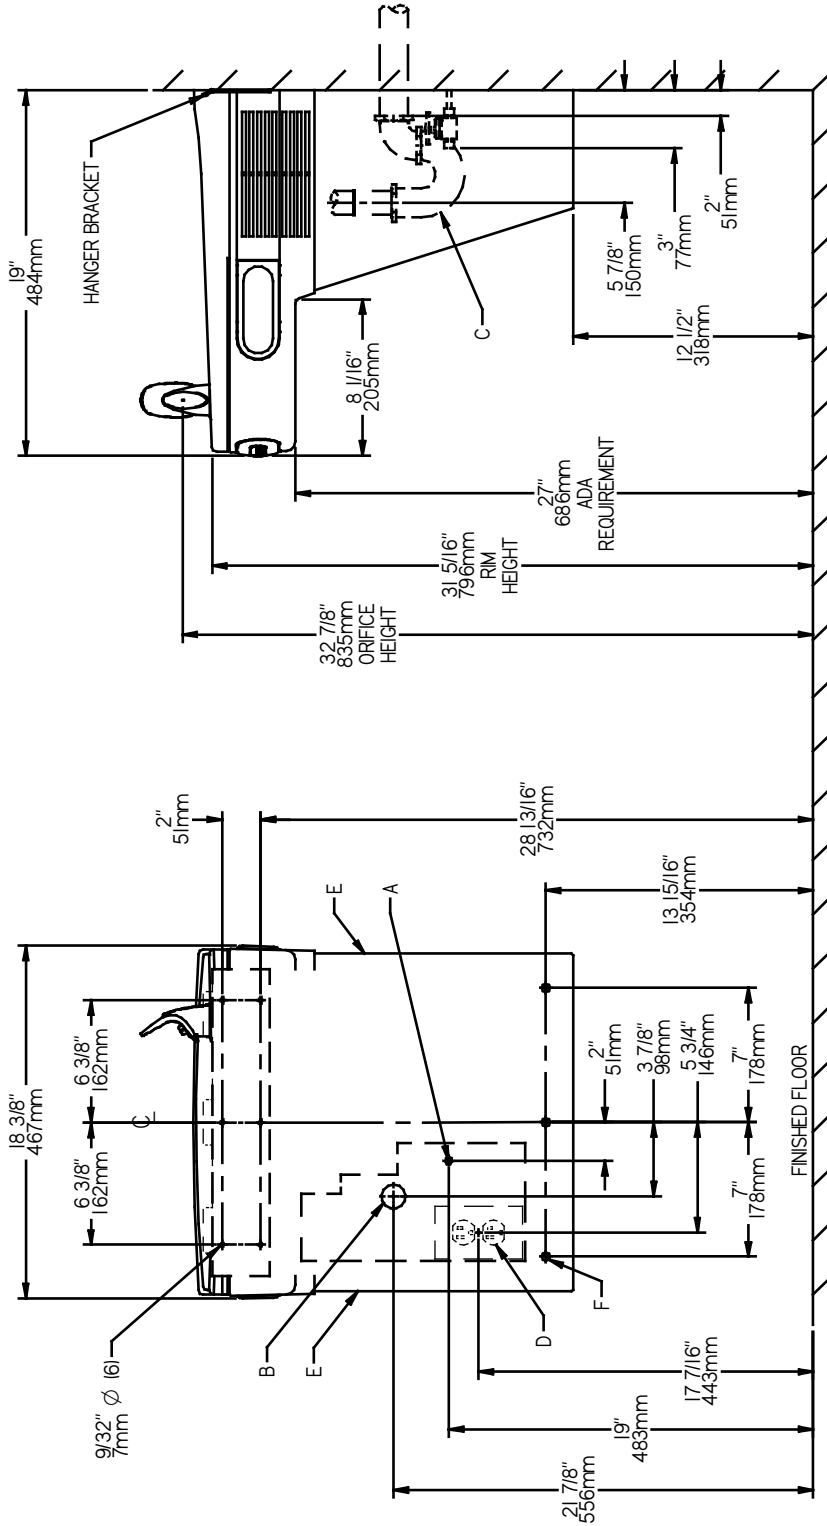

FIG. 2
- 1) Remove hanger brackets fastened to back of cooler by removing one (1) screw.
- 2) Mount the hanger brackets as shown in Figure 2.
- NOTE:** Hanger Bracket **MUST** be supported securely. Add fixture support carrier if wall will not provide adequate support. Anchor hanger securely to wall using all six (6) 1/4 in. dia. mounting holes.
- 3) Hang the cooler on the hanger bracket. Be certain the hanger bracket is engaged properly in the slots on the cooler back as shown in Figure 2.
- 4) Remove the four (4) screws holding the lower front panel at the bottom of cooler. Remove the front panel by pulling straight down and set aside.
- 1) Retire el soporte fijador que se encuentra conectado a la parte posterior del enfriador sacando un (1) tornillo.
- 2) Monte el soporte fijador de la manera descrita en Fig. 2.
- NOTA:** Es necesario que el soporte fijador sea apoyado seguramente. Agregue un portador al soporte fijador si La pared no aporta soporte adecuado. Amarre el soporte colgante seguramente a la pared. Usando todos los seis (6) agujeros de montaje de ¼ pulg. (6.35 mm) de diám.
- 1) Retirez le support de suspension fixé au dos du refroidisseur en retirant une (1) vis.
- 2) Montez le support de suspension comme indiqué dans la figure 2.
- 3) Pendez le refroidisseur au support de suspension. Assurez-vous que le support est correctement inséré dans les emplacements au dos du refroidisseur, comme indiqué dans la figure 2.
- 4) Retirez les four (4) vis maintenant en place le panneau frontal au bas du refroidisseur. Retirez le capot inférieur en tirant vers le bas et mettez-le de côté.